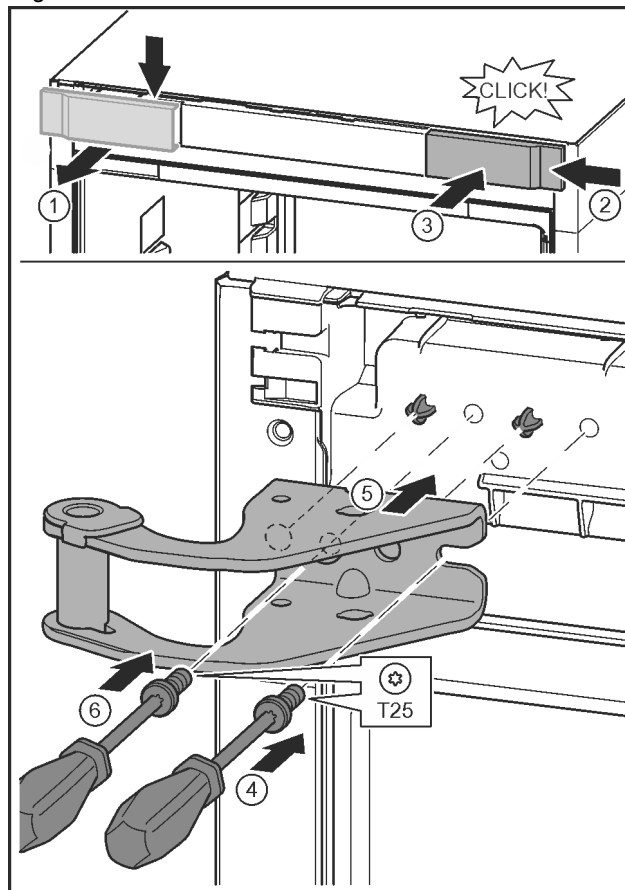

Fig. 15
- Abdeckung lösen und seitlich abnehmen. Fig. 15 (1)
- Abdeckung um 180° gedreht auf der anderen Seite von rechts einhängen. Fig. 15 (2)
- Abdeckung einrasten. Fig. 15 (3)
- Schraube mit Schraubendreher T25 ansetzen. Fig. 15 (4)
- Oberen Lagerbock ansetzen. Fig. 15 (5)
- Schraube festdrehen. Fig. 15 (4)
- Schraube mit Schraubendreher T25 einsetzen und festdrehen. Fig. 15 (6)